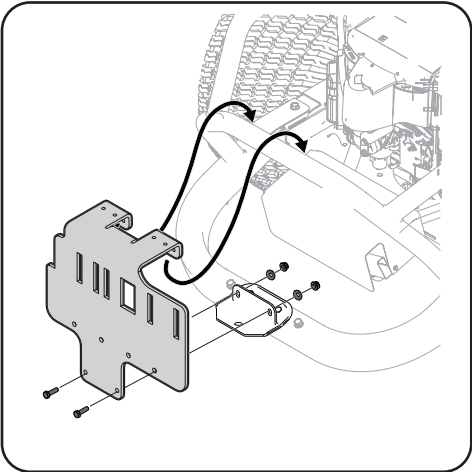

Figure 4-4
4. Accrochez le support de l'adaptateur au tube à cadre supérieur et connectez-le à l'adaptateur du support d'attelage (789-02298) au moyen de deux vis (710-0376), de deux rondelles (736-0242) et de deux contre-écrous d'épaulement (710-04063). Consultez la Figure 4-4.